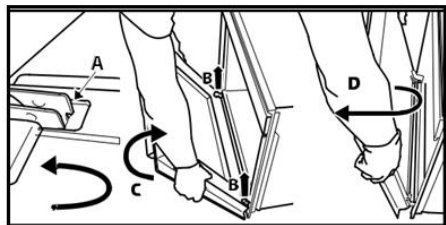

Рис. 2
3. Закройте дверцу до упора (А), поднимите (В) и поверните ее (С) так, чтобы она вышла из креплений (D) (Рис.2).